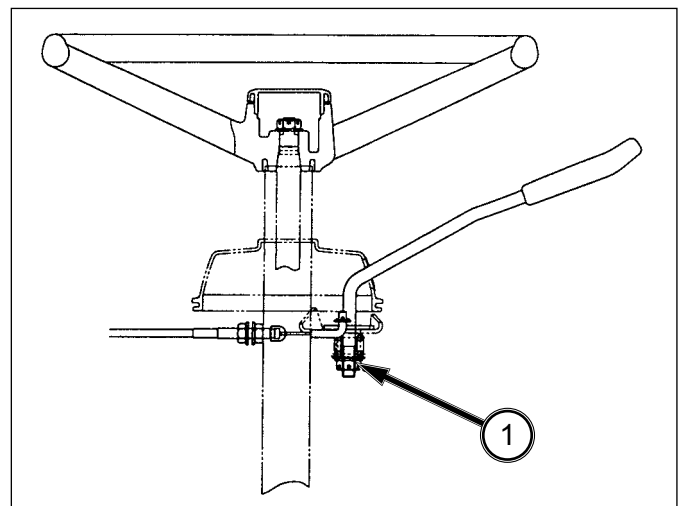

FIG. 6-31
FIG. 6-31: Le levier d'accélération doit rester à la position choisie par le conducteur. Lors d'une utilisation normale, la friction du levier diminue, et celui-ci peut quitter la position sélectionnée. Tournez l'écrou de réglage (1) si nécessaire pour maintenir le levier d'accélération à la position choisie.